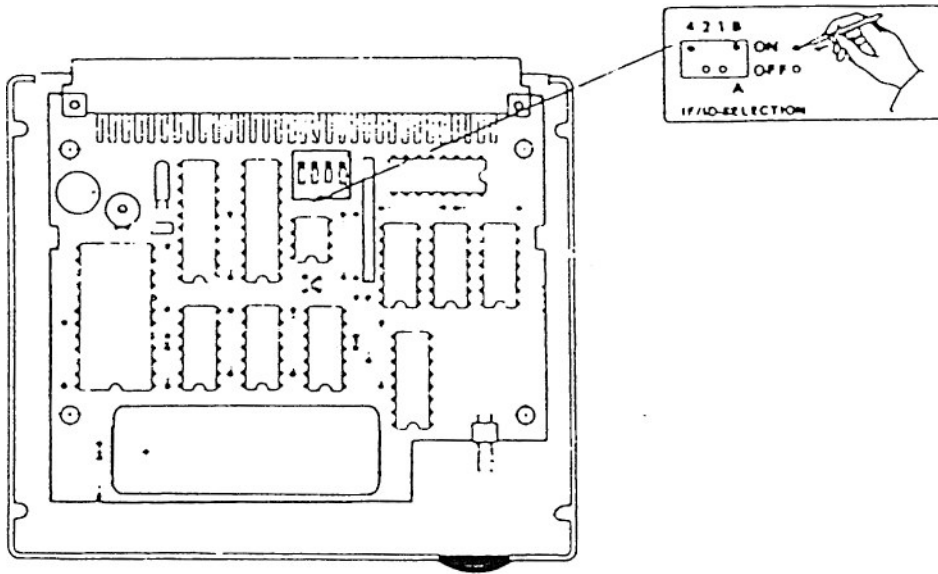

Abbildung 1.2 IFSEL-Schalter
3. Bringen Sie die IFSEL-Wahlschalter (Abb. 1.2) in die gewünschte Stellung. Die Tabelle (Abb. 1.3) zeigt die möglichen Schaltereinstellungen. Um den Adapter in die selbe Lage zu bringen wie die Abbildungen in diesem Text, sollten Sie ihn so drehen, daß der Steckkontakt von Ihnen wegzeigt. Der Akkumulator auf der Platine ist Ihnen dann zugewandt. Der Schalter auf der linken Seite ist der Schalter Nummer 4, der Schalter auf der rechten Seite ist der Schalter B. Falls abweichende Beschriftungen auf dem Schalterblock vorhanden sind, sollten Sie diese nicht beachten. Ein Punkt (•) in der Abbildung 1.3 zeigt, daß der betreffende Schalter an der Seite der Steckerleiste niedergedrückt werden muß (sollte Ihr Adapter mit Schiebeschalter ausgestattet sein, müssen Sie den Schalter in Richtung auf den Steckkontakt schieben). Ein Kreis zeigt, daß der Schalter an der dem Akkumulator zugewandten Seite niedergedrückt bzw. in diese Stellung geschoben werden muß. Die Abbildung 1.4 zeigt die Schalterstellung für die IFSEL-Nummer 4B.